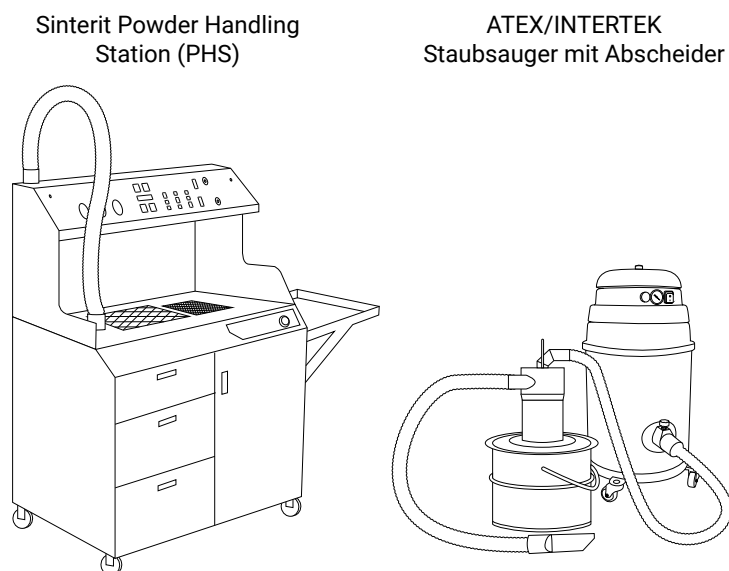

Abb. 9.2 Dedizierte Sinterit-Lösungen für die Reinigung des Druckers.
3. Für die Reinigung des Druckers empfiehlt Sinterit spezielle Lösungen: die PHS (Powder Handling Station) oder ATEX/INTERTEK Staubsauger mit Abscheider (Abb. 9.2).